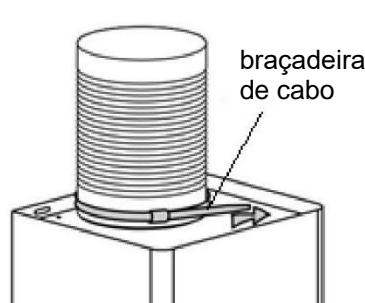

Fig. 4
4. Colocar a aba em V na saída. Em seguida, fixar o conversor e o tubo de expansão e fixar o tubo no conversor com uma braçadeira, ver imagem 3. Prenda o suporte do exterior da chaminé no lado de fora da chaminé e certifique-se de que o interior da chaminé pode ser ajustado em altura livremente. Depois disso, instale o tubo de expansão e a chaminé no exaustor do fogão, ver fig. 4. Nota: O tubo de expansão não está incluído no produto.